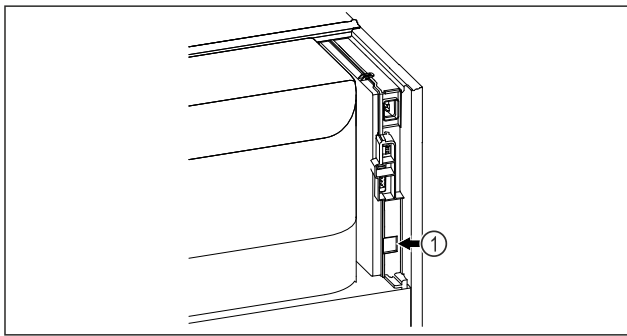

Fig. 132
- SmartModule Fig. 132 (1) is geplaatst.